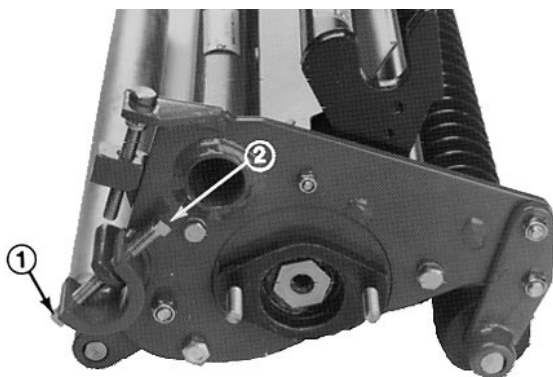

Fig. 1
1. La regolazione tra controlama e cilindro si esegue innanzitutto allentando la vite inferiore ai lati dell'apparato falciante (Fig. 1), quindi serrando la vite di regolazione superiore ai lati dell'apparato falciante. Questa regolazione avvicina la controlama alle lame del cilindro.
2. Dopo avere effettuato la regolazione tra controlama e cilindro verificare che entrambe le viti di regolazione superiore ed inferiore siano salde sui lati dell'apparato falciante (Fig. 1).